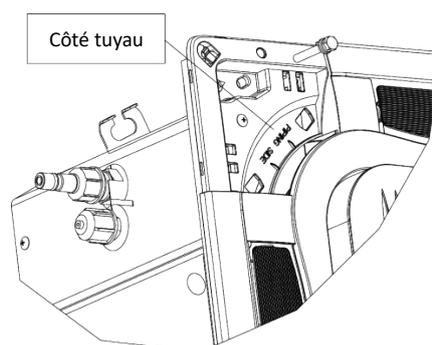

Fig.4.4.4
- 1 Détachez le capuchon d'angle du panneau, il y a l'indication « piping side » (côté tuyau) sur l'un des 4 coins, ajustez la direction du panneau de manière à garder l'indication et les raccords sur le même coin, comme illustré à la Fig. 4.4.4